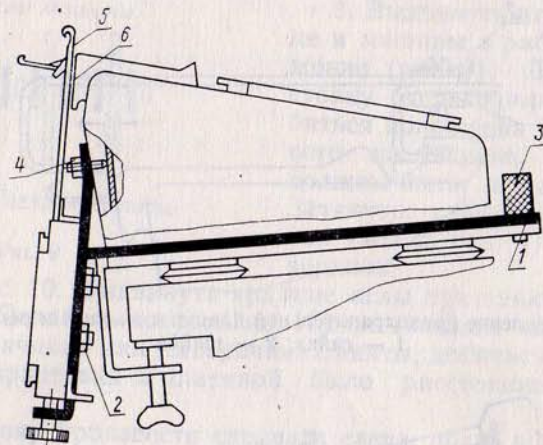
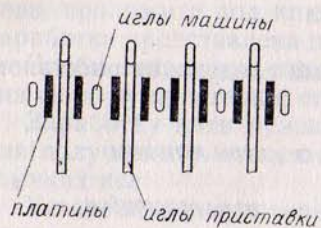

Рис. 4. Установка приставки на машину
Рис. 9
С помощью ключа ослабить гайки, крепящие кронштейны к приставке (поз. 2 рис. 4).
3. Выдвинуть иглы приставки и машины в рабочее положение (рис. 9). Двигая приставку вправо или влево, добиться положения игл, указанного на рисунке. (Крайними должны быть иглы машины). Затянуть гайки на кронштейнах (поз 2, рис. 4), начиная с верхних.